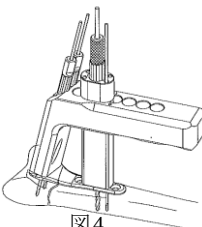

図4
- 4) I-8) ~20) 同様、整復位をくずさないようターゲティングガイドをしっかりと把持し、骨幹部長穴用スリーブより仮固定を行います。続いて、遠位部のスクリュー/ピン固定を行います。(図4)